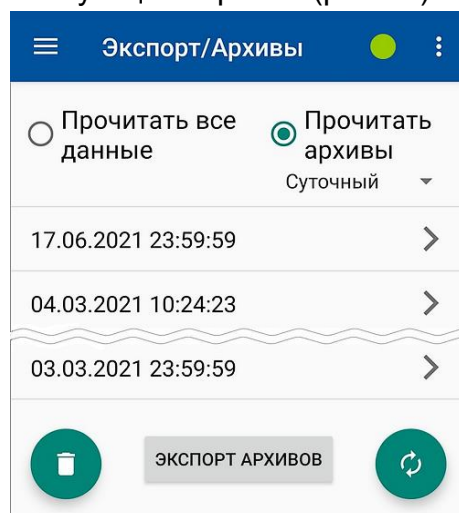

Рис.39. Вид окна со списком архивных записей.
4.2.9.2. После выполнения команды **Прочитать архивы Часовой (Суточный, Месячный)** на экране смартфона начинается индикация списка записей соответствующего архива (рис.39).